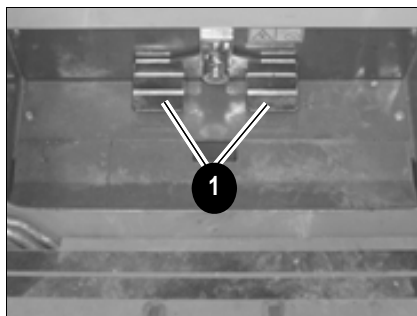

Fig. 87: Pedal hidráulico adicional modelo 501
- El pedal hidráulico adicional en el modelo 501 (véase Fig. 87) se puede accionar presionando hacia la izquierda o a la derecha